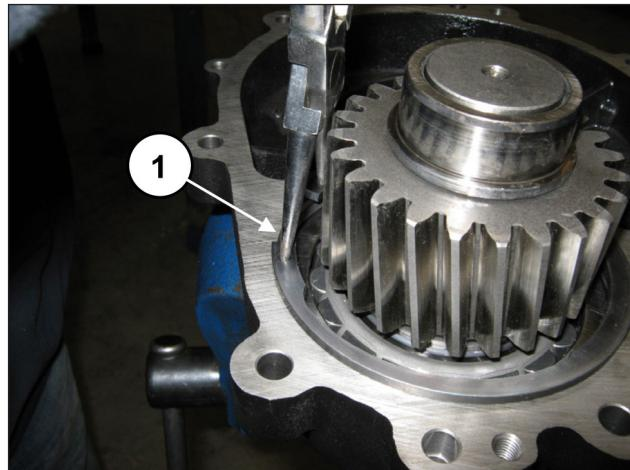

Рис. 88
Установите на место стопорное кольцо Ø120 (поз. ①, Рис. 88).